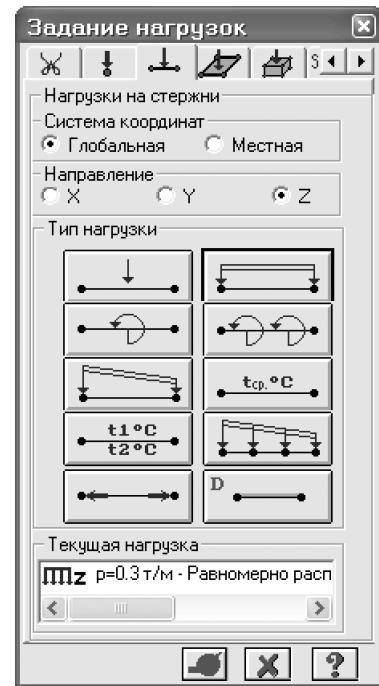

Рис.7.20. Диалоговое окно
- Вызовите диалоговое окно **Задание нагрузок** (рис.7.20) с помощью меню **Нагрузки** ⇒ **Нагрузка на узлы и элементы** (кнопка на панели инструментов).